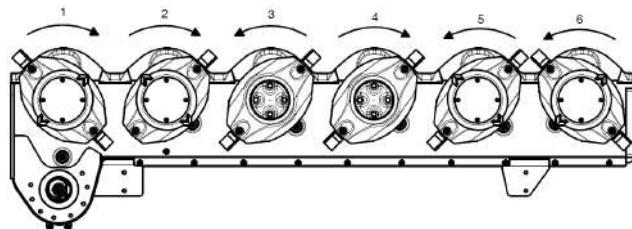
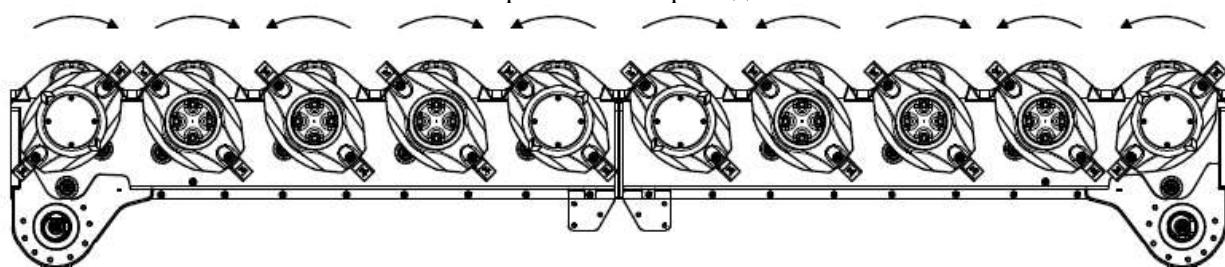

Рис. 21. Направление вращения дисков на режущем брусе косилки шириной захвата 2,6 м
Рис. 26. Направление оборота дис KDC 430
В связи с разной шириной захвата производимых косилок и разными направлениями вращения дисков, перед монтажом ножей необходимо проверить направление вращения отдельных дисков (**Рис. 21–Рис. 26**).
Замена битеров (2) совершается откручивая гайки (4) при помощи гаечного ключа, снимая болты (3) и устанавливая новые битеры (Рис. 21).